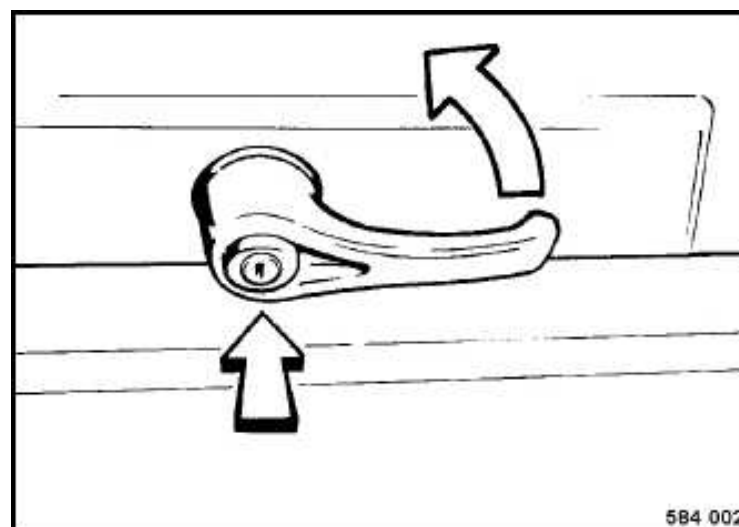

Fig. 61
- Abrir el mecanismo de enclavamiento (Fig. 61).